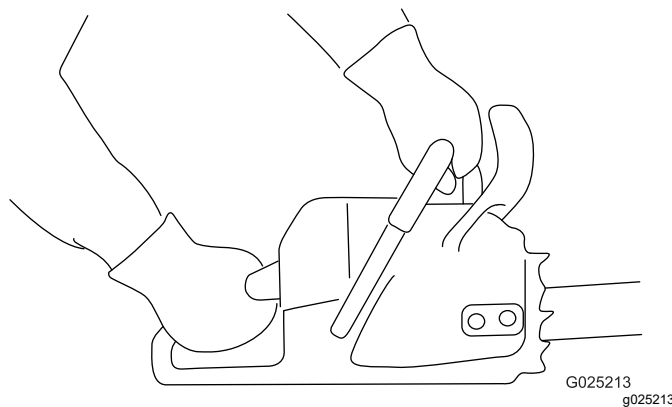

Figura 11
1. Agarre na motosserra com as duas mãos, com a mão esquerda na pega frontal e a mão direita na pega traseira como se mostra na Figura 11.
1. Agarre a motosserra como se mostra na Figura 11.
3. Agarre a motosserra como se mostra na Figura 11.